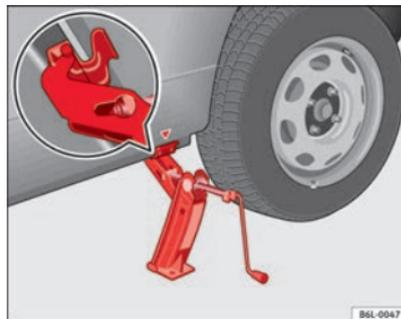

Abb. 150 Wagenheber
- Richten Sie den Wagenheber so aus, dass seine Klaue den Steg des Unterholms umfasst und die bewegliche Grundplatte plan auf dem Boden aufliegt ⇒ Abb. 150.